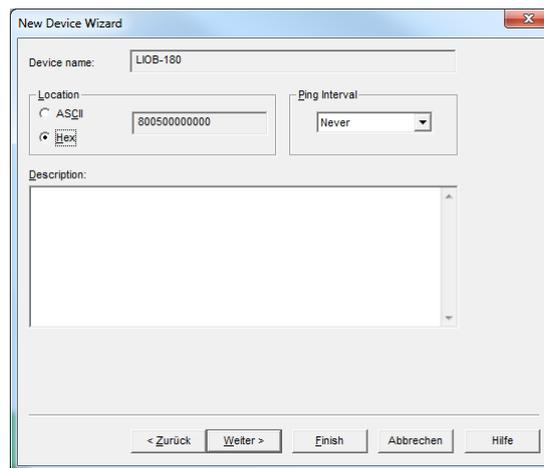

Abbildung 96: Voreinstellungen für die Location belassen
- Im folgenden Dialog, der wie in Abbildung 96 erscheint, müssen Sie **Next** klicken.